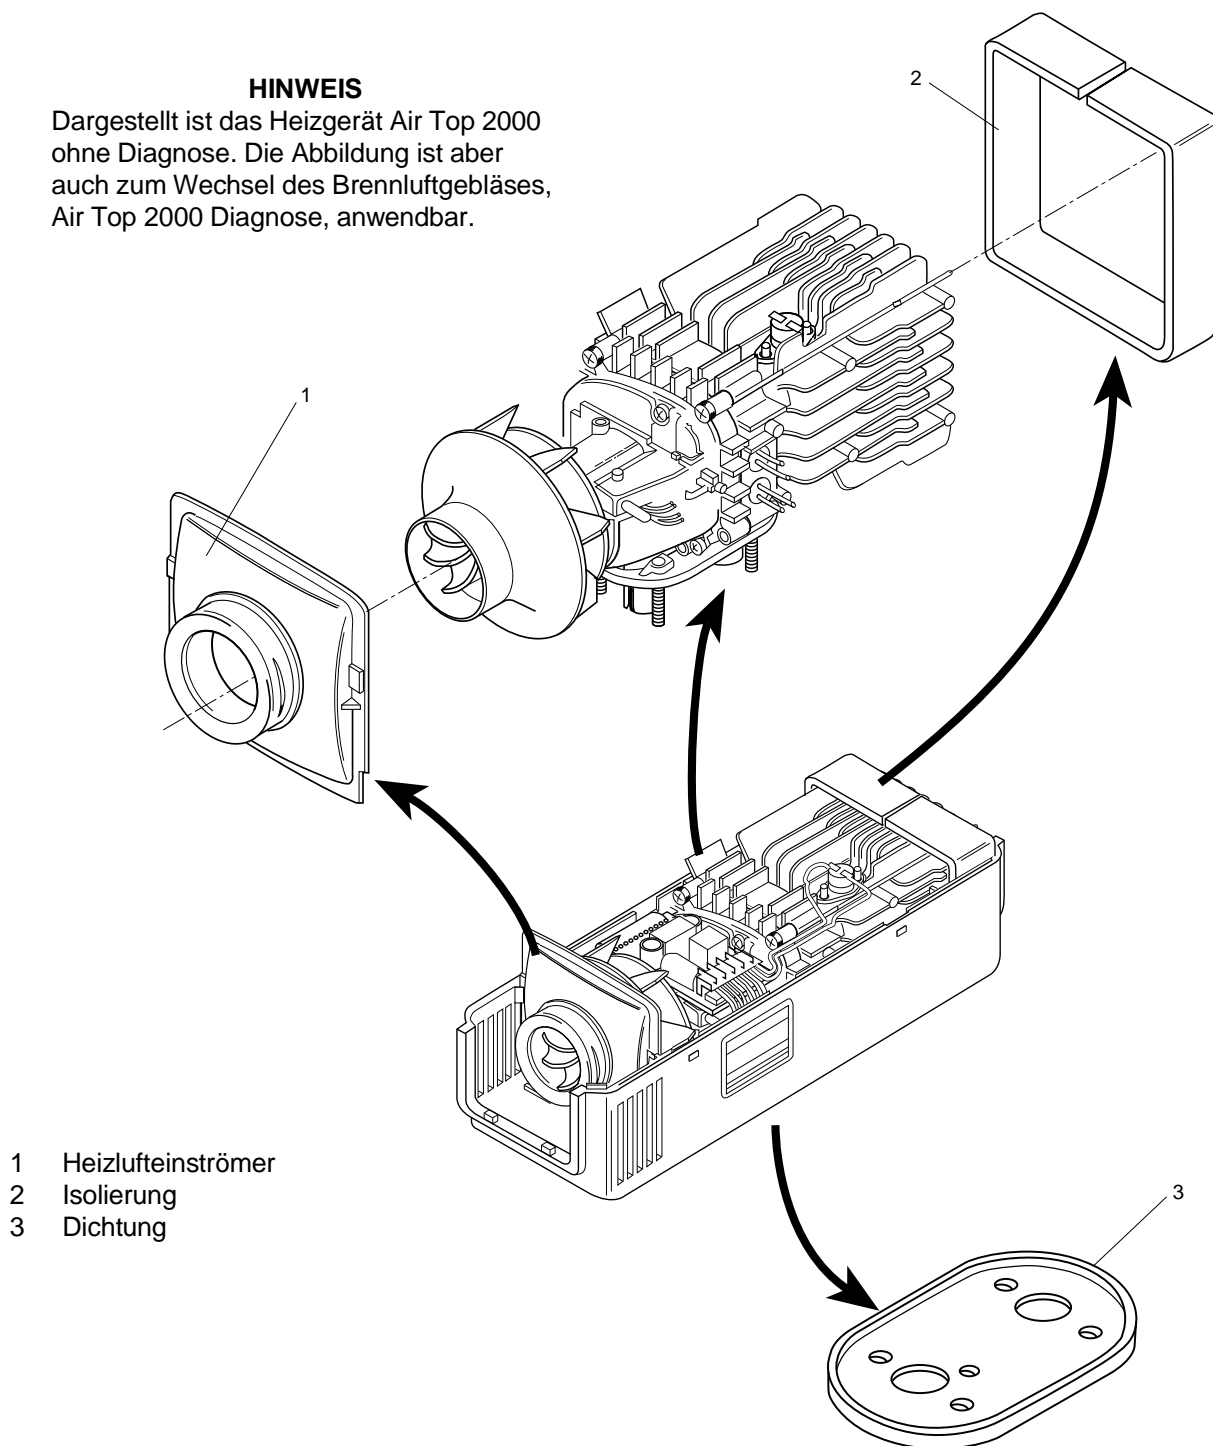

Abb. 902 Wechsel des Brennluftgebläses (Ausbau)
3. Dichtung (3, Abb. 902) an der unteren Schale entfernen und aussondern.
5. Heizlufteinströmer (1, Abb. 902) und Isolierung (2) entfernen.
3. Brennluftgebläse (3) in Zusammenbaulage bringen und mit Schrauben (1) befestigen.
4. Schrauben (1) mit 4 Nm anziehen.
5. Heizgerät mit Heizlufteinströmer (1, Abb. 902) und Isolierung (2) in die untere Schale einsetzen und seitlich im Gehäuse arretieren.
6. Neue Dichtung (3) an der unteren Schale anbringen.
- 1 Schraube (5)